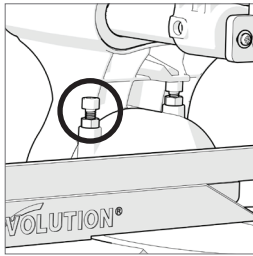

Abb. 16
- Drehen Sie die Schraube nach Bedarf mit einem Sechskantschlüssel nach innen oder aussen. (**Abb. 16**)